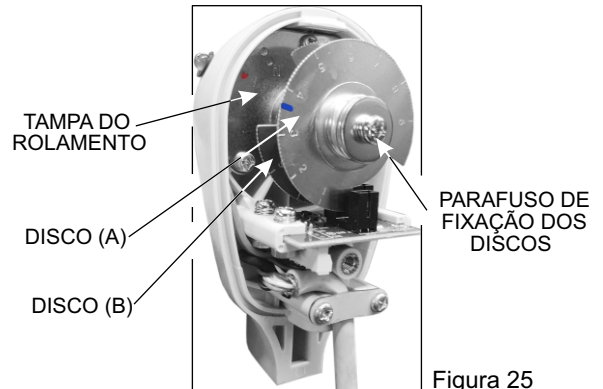
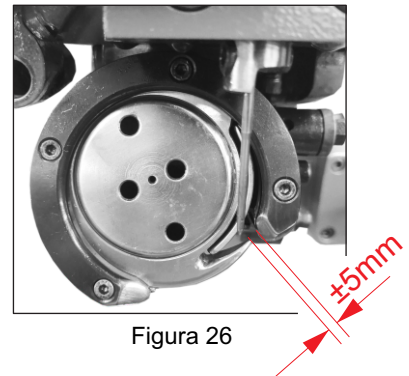

Figura 25
Figura 26
Girar o volante no sentido de giro da máquina até que a lançadeira se posicione com a ponta a  $\pm 5$  mm antes de entrar na caixa e a agulha subindo (Figura 26), retirar a tampa do posicionador, soltar o parafuso de fixação dos discos, girar o disco (A) até o ponto vermelho ficar alinhado com o ponto vermelho da tampa do rolamento (Figura 25).